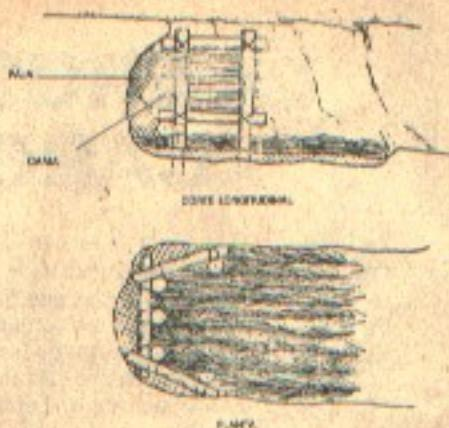

Fig. 1
**Tipo I.** (Fig. 1). Se emplea cuando la cabecera presenta su cresta saliente y empastada. Se entierran 4-5 postes de 10 cm. de diámetro. El fondo de la zanja se cubre con una capa de paja, hoja y rama de 30 cm. de espesor y 1.50 mt. de largo. Sobre ese colchón se colocan las ramas que constituyen el delantal y que protegerán el fondo de la cárcava del golpe de la cascada de agua. Luego se fijan los postes horizontales inferiores a los verticales, ajustando fuertemente los materiales del delantal. El espacio entre los postes verticales y la pared de la zanja se rellena con paja y ramas, colocándose por último, los postes horizontales superiores.